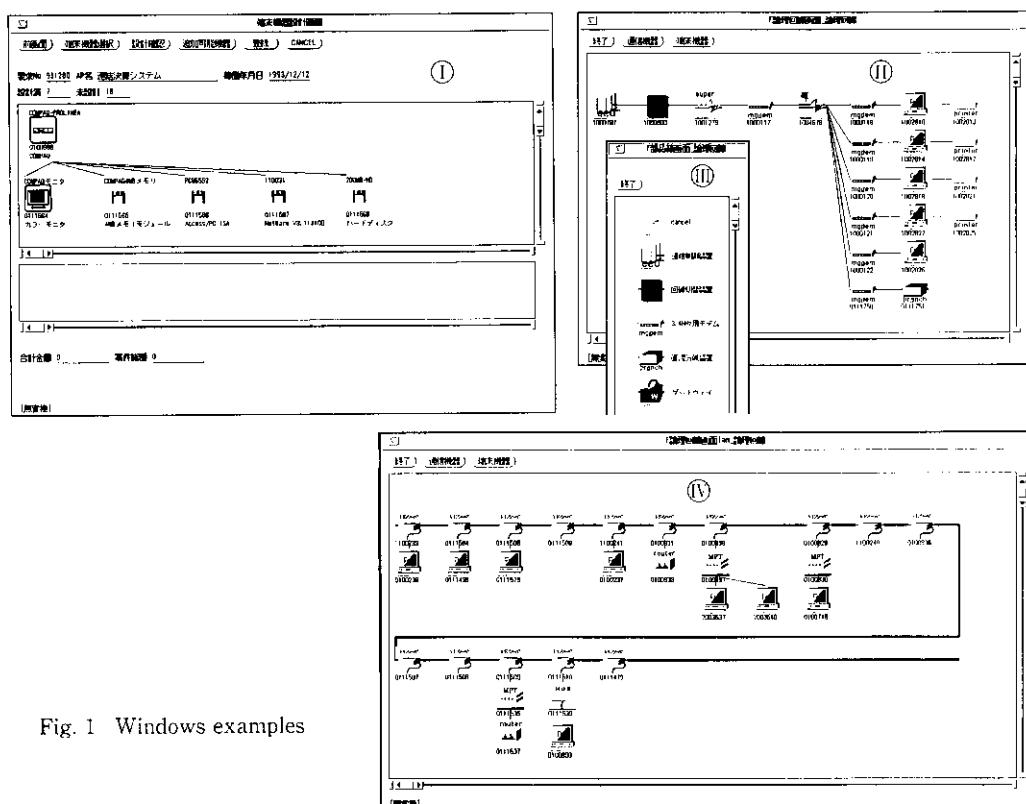

Fig. 1 Windows examples
ネットワーク構築管理システムの画面例を Fig. 1 に示す。
- (1) 端末機器の希望の機種を入力すると標準構成が表示 (Fig. 1 の I - 端末機器設計画面) され、必要機器を選択することにより、必要費用を算出できる。
- (2) 導入されている各種通信機器について、使用状況 (ポートの空き状況やラインセットの装着状況等) が表示され、使用可能な機器やポートを利用予定として管理できる。
- (3) 導入されているネットワーク環境に対して、新たに設置予定の各種通信機器の追加を行うことや、既に導入されている機器の移設および削除を行うことができ、これらを予定情報として管理できる (Fig. 1 の II - ネットワーク構成表示画面、Fig. 1 の III - 部品画面)。
- (4) 導入されている機器だけでなく、設計結果 (導入や変更の予定) を反映したネットワーク構成が表示できる (Fig. 1 の II より IV - ネットワーク構成表示画面)。
- (5) ネットワーク構築に新たに必要となる機器と費用を一覧で表示できる。